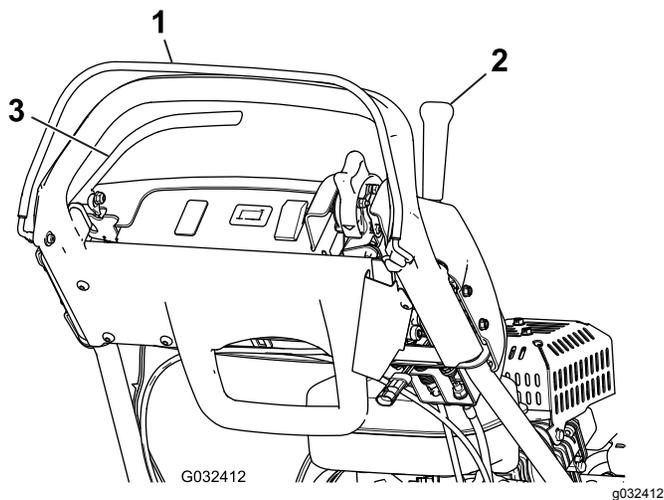

图 29
- 放开操作员到位控制装置后尝试接合牵引杆图 29。牵引杆**应该不能**接合。如果牵引杆能够接合则需要对联锁系统进行维修。请在操作机器之前纠正该问题请参阅 维修牵引联锁开关 \(页码 30\)。
- 压下操作员到位控制装置并接合牵引杆然后松开操作员到位控制装置图 29。牵引杆**应**脱离。如果牵引杆不能分离则需要对联锁系统进行维修。请在操作机器之前纠正该问题请参阅 维修牵引联锁开关 \(页码 30\)。
- 压下操作员到位控制装置并将换挡控制杆移至左侧接合牵引和滚刀驱动装置然后松开操作员到位控制装置图 29。牵引杆**应**脱离。如果牵引杆不能分离则需要对联锁系统进行维修。请在操作机器之前纠正该问题请参阅 维修牵引联锁开关 \(页码 30\)或 维修牵引联锁开关 \(页码 30\)。
- 压下操作员到位控制装置并将换挡控制杆移至右侧分离滚刀驱动装置图 29。滚刀驱动装置**应**分离。如果滚刀驱动不能分离则需要对联锁系统进行维修。请在操作机器之前纠正该问题请参阅 维修牵引联锁开关 \(页码 30\)。
- 按下 OPC可使牵引杆接合并使发动机控制装置处于启动位置图 29尝试启动发动机。发动机**不应**启动。如果发动机启动则需要对联锁开关进行维修。请在操作机器之前纠正该问题请参阅 维修牵引联锁开关 \(页码 30\)。
- 分离牵引杆接合刹车并使发动机控制装置处于启动位置图 29尝试启动发动机。发动机**应**启动。如果发动机没有启动则需要对联锁开关进行维修。请在操作机器之前纠正该问题请参阅 维修刹车联锁开关 \(页码 30\)。
- 发动机运行时接合脚踏刹车而非手刹锁压下操作员到位控制装置并接合牵引杆图 29。发动机应慢慢减速但不应熄火。如果发动机快速关闭则需要对联锁开关进行维修。请在操作机器之前纠正该问题请参阅 维修刹车联锁开关 \(页码 30\)。
- 发动机运行时接合手刹锁定装置按下操作员到位控制装置并接合牵引杆图 29。发动机**应**关闭。如果发动机没有关闭则需要对联锁开关进行维修。请在操作机器之前纠正该问题请参阅 维修刹车联锁开关 \(页码 30\)。